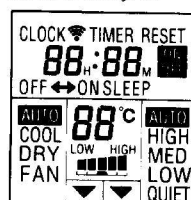

Fig. 8
**⑳ Display do Controle Remoto (Fig. 8)**